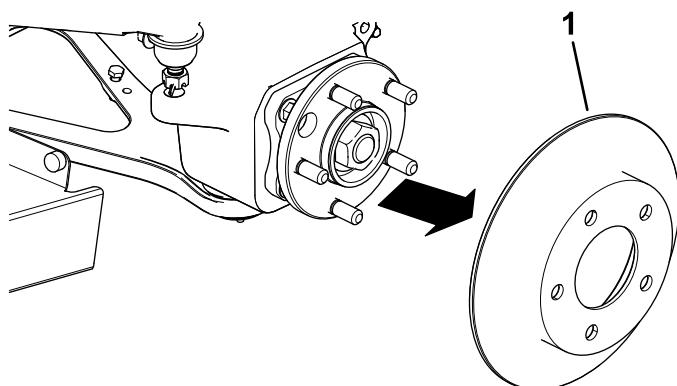

Рисунок 6
6. Снимите ротор (Рисунок 6).
4. Установите ротор на ступицу (Рисунок 6).